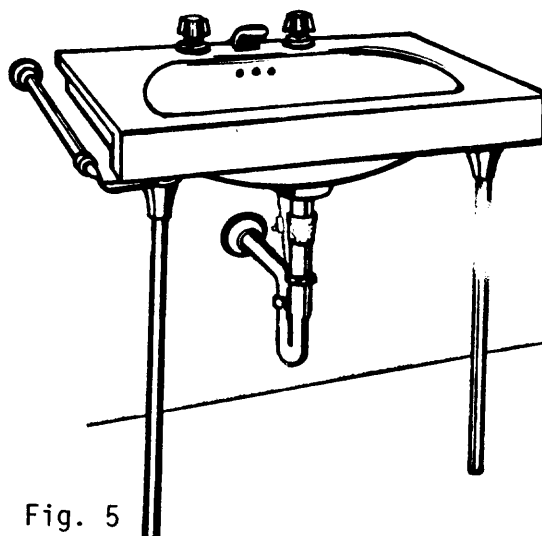

Fig. 5
- Tipo columnas tubulares (fig. 5).